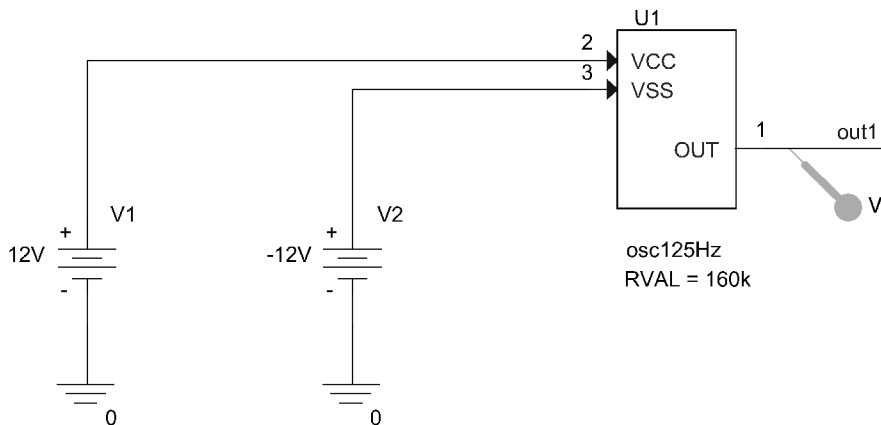

图 20.38 包含改进后的 osc125Hz 器件的测试电路
8. 如图 20.38 所示，Test Osc125Hz 原理图应已包含新的 osc125Hz 器件。